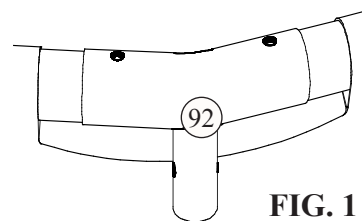

FIG. 1
2. Repérez les conduites en métal et les Raccords en Té. Les Poutres Horizontales (91) sont les conduites courtes à grand diamètre et une paire de trous à chaque extrémité. Les conduites plus longues et de diamètre plus petit avec Clip-V (95) dans une extrémité sont les Pieds Verticaux (94). Introduisez les Poutres Horizontales (91) dans les fourreaux soudés autour du bord supérieur de la paroi de la piscine et tournez-les pour avoir les deux trous à chaque extrémité en ligne verticale. Introduisez l'extrémité d'une poutre dans un Raccord-Té et alignez les trous avec ceux de la Poutre Horizontale. N'INSTALLEZ AUCUNE GOUPILLE (93) POUR LE MOMENT. Continuez d'installer tous les Raccords-Té sur les Poutres Horizontales tout autour de la piscine. Voir **Fig. 1**.